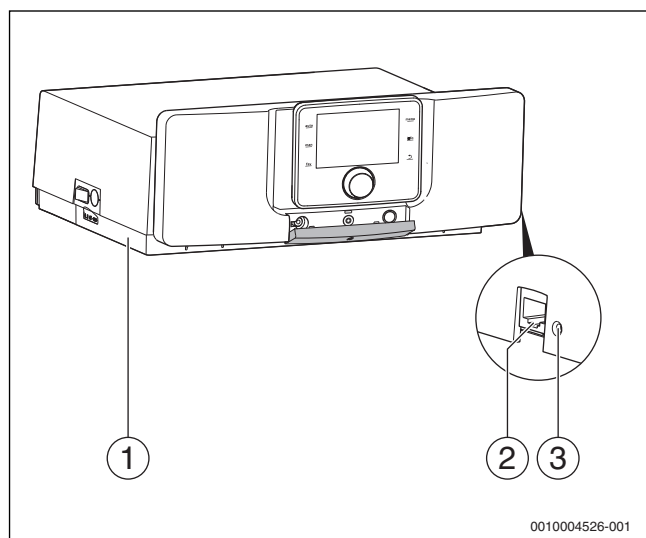

Bild 11 Anschlussmöglichkeit MX25 und IP-Modul
Beim ersten Starten der App müssen der voreingestellte Login-Name und das Passwort eingegeben werden. Die Login-Daten sind auf dem Typschild des IP-Moduls aufgedruckt, das sich an der Seite des Regelgeräts befindet (→ Bild 11, Seite 10).
- ▶ Taste **Reset** (→ Bild 11, Seite 10) mit einem geeigneten Gegenstand (z. B. Kugelschreiber) für mindestens 5 Sekunden gedrückt halten. Die werkseitig voreingestellten Login-Daten werden wieder hergestellt.